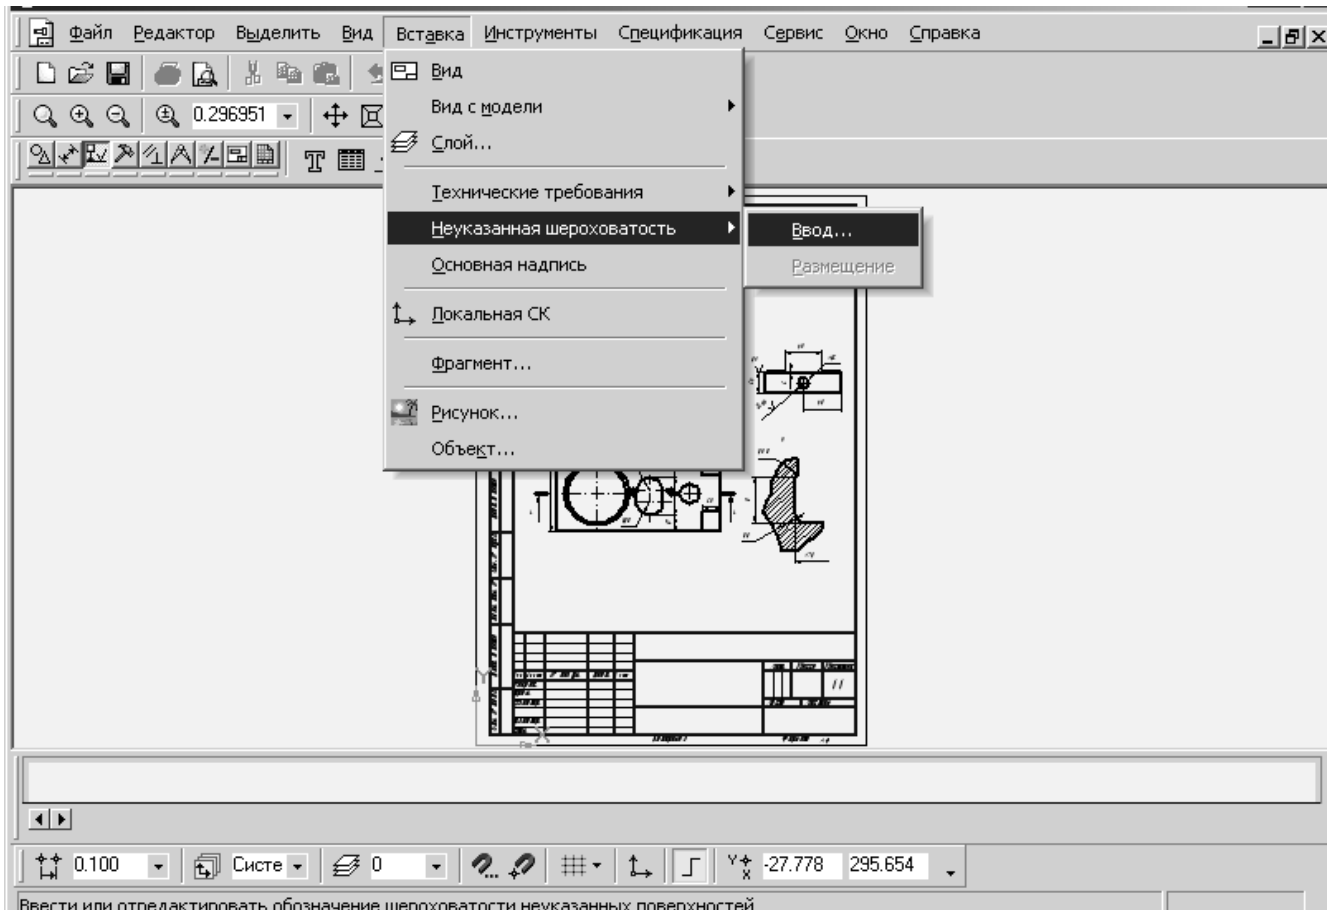

Рис.44.
2. Для ввода неуказанной шероховатости выполнить команду **Главное меню**⇒**Вставка**⇒**Неуказанная шероховатость**⇒**Ввод** (рис.44).